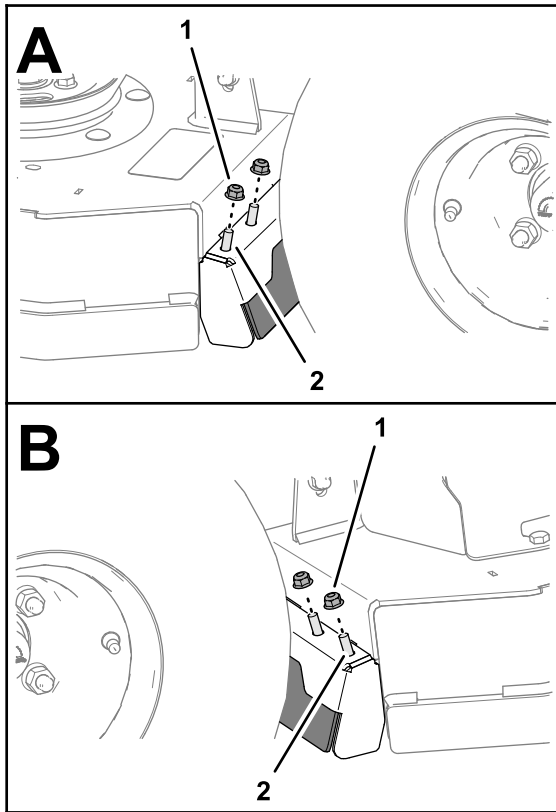

Figure 46
1. Retirez les 2 contre-écrous à embase (5/16") qui fixent le support de déflecteur gauche (Figure 46).
2. Retirez les 2 contre-écrous à embase (5/16") qui fixent le support de déflecteur droit (Figure 46).